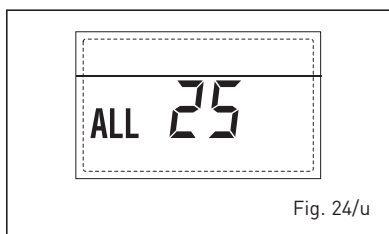

Fig. 24/u
- S3 SOLAR PROBE BREAKDOWN ANOMALY "ALL 26" (fig. 24/v)